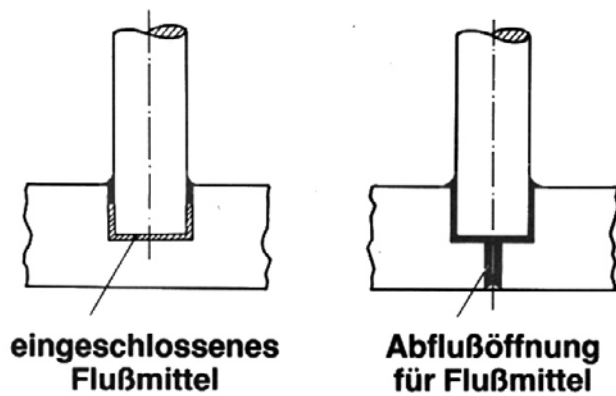

Bild 9: Vermeidung von Flussmitteleinschlüssen
- Platzwechsel Lot-Flussmittel ermöglichen (siehe Bild 9).